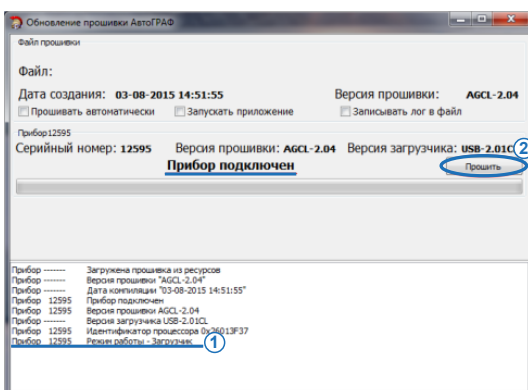

Рис.16. Обновление прошивки устройства TK-CAN-LOG
5. Если все сделано верно, то в окне состояния появится сообщение «Прибор... Режим работы – Загрузчик» (Рис.16, п.1), а устройство будет иметь соответствующую индикацию – красный светодиод будет вспыхивать раз в секунду с длительностью 0,5 секунд. Если устройство не перешло в режим загрузчика, то повторите действия, описанные в пунктах 2-4.
6. Если устройство перешло в режим загрузчика, то разомкните контакты BOOT и нажмите кнопку «Прошить» в программе AG-CL-x.x.exe (Рис.16, п.2).